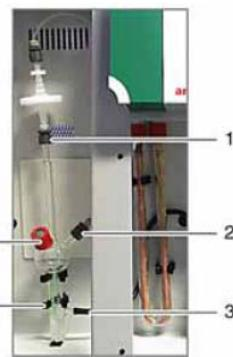

图81 IL530 TOC-TN的TIC冷凝器
3. 拔出TIC冷凝器和水捕集器之间的镥连接头 (图81项目1)。
4. 拔出TIC冷凝器右侧连接器中的管子 (1) (图81项目2)
6. 拔出TIC冷凝器底部连接器中的废水管 (图81项目2)。
1. 将废水管 (16) 推进到TIC冷凝器的底部横向接口至少1cm (图81项目2)。
3. 将管子 (1) 接到TIC冷凝器的右侧接口 (图81项目3)。
4. 稳固TIC冷凝器和水捕集器之间的镥接头 (图81项目1)。